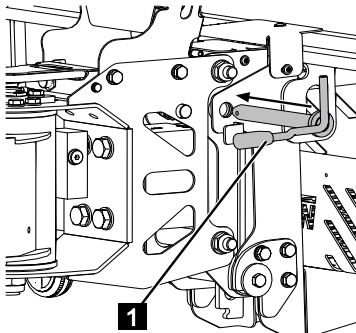

Fig. 158
3. Mettre la cheville de verrouillage (Fig.158/1) en place.